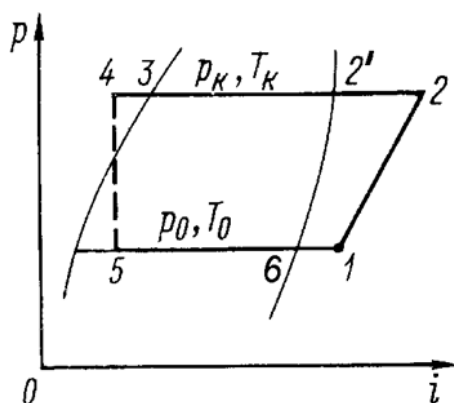

Рис. 1
10. На $i - p$ диаграмме холодильного цикла (Рис. 1) линии 1-2 соответствует процесс: